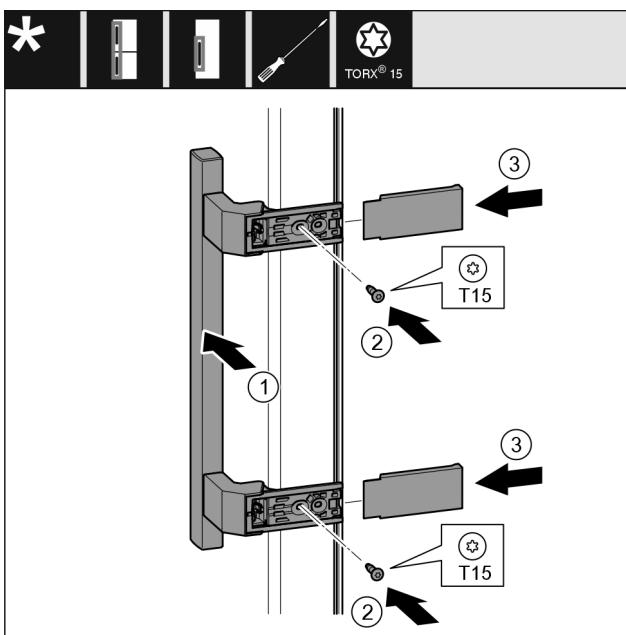

Fig. 22
- Namestite ročaj Fig. 22 (1) na nasprotno stran.
- Zategnite vijke Fig. 22 (2) z izvijačem.
- Pristavite pokrove Fig. 22 (3) na strani in jih potisnite gor.